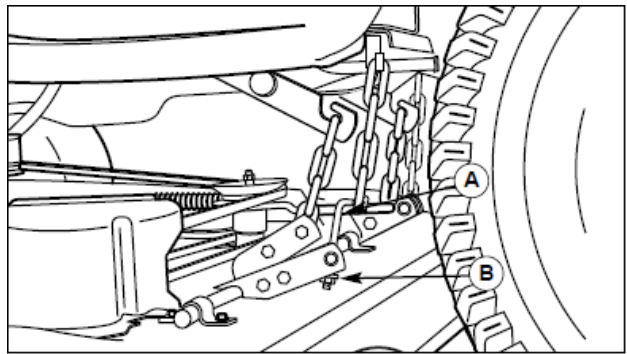

図 39 サード to サイドモアのレベル調整
5. 図 39 を参照し、Jフック (A) を固定し、ロックナット (B) を回してください。